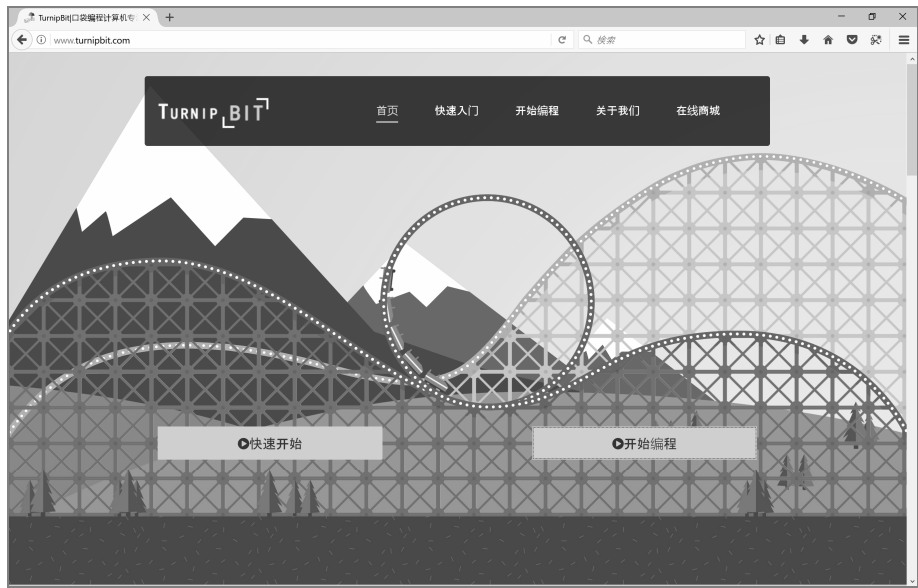

图 2-1 TurnipBit 官方主页
① 打开官方网站 <http://www.turnipbit.com/>（如图 2-1 所示），点击“开始编程”